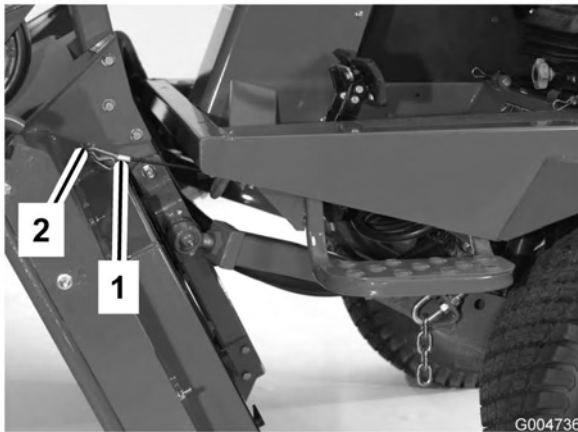

Bild 85
- Halten Sie das Mähwerk dann in der aufrechten Stellung, bringen das Kabelende über dem Stift am Mähwerkhubarm an und befestigen es mit einem Splint (Bild 85).